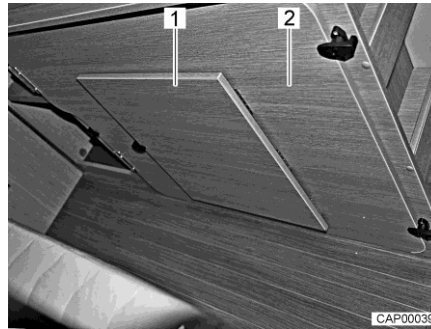

Bild 50 Stödplatta vid höger sänggram
- Ta dessutom upp stödplattan (Bild 50,2) från höger sänggram bak.
- Fäll ut fotstöd (Bild 50,1) på stödplattan.